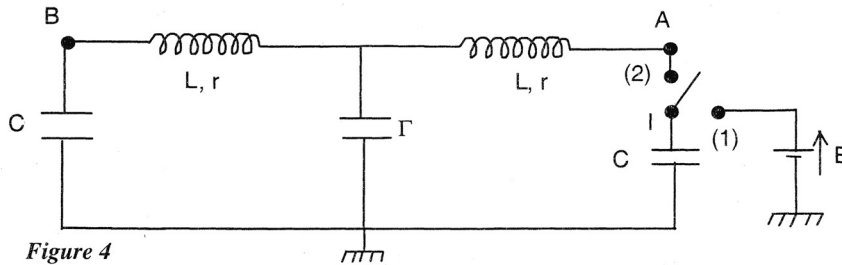
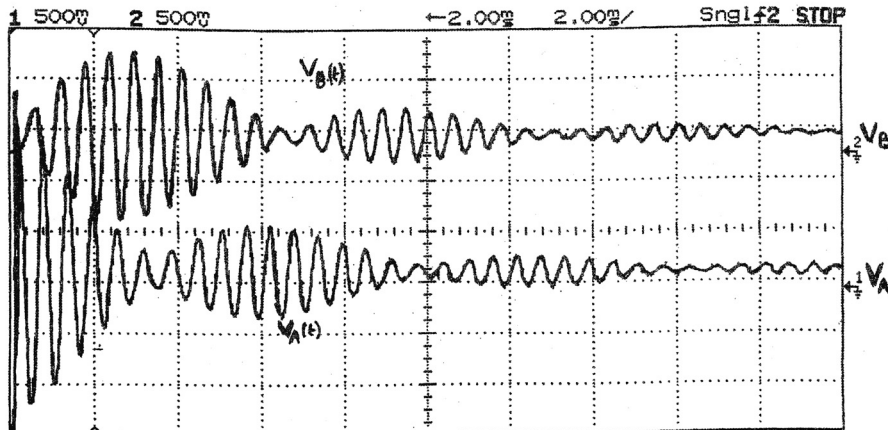

Figure 4
Figure 5 Tensions $v_A(t)$ et $v_B(t)$ Balayage : $2,00 \text{ ms/carreau}$
B.2.4. Le chronogramme de la figure 5 traduit les évolutions expérimentales des tensions $v_A(t)$ et $v_B(t)$, l'origine des tensions étant prise en M et les points A et B étant définis sur la figure 4.
L'interrupteur à point milieu I (fig.4) est, pour $t < 0$, relié à une source de tension continue de f.é.m E de l'ordre de 2 V : position (1).
Il est basculé en position (2) à compter de la date $t = 0$, et les tensions $v_A(t)$ et $v_B(t)$ sont alors obtenues à l'oscilloscope (mode monocoup ou single) selon la figure 5 ci-dessous.